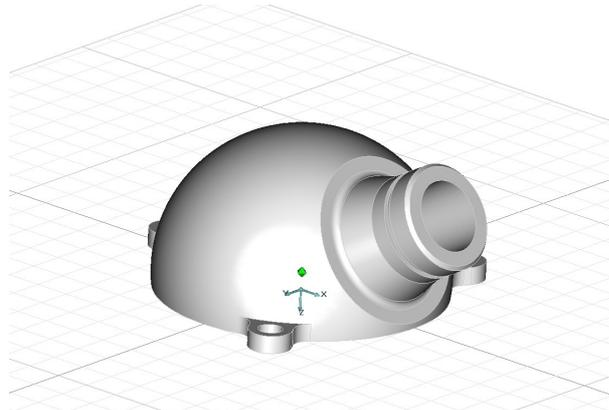

Рис. 2.30 Результат создания фаски.
4. В строке Фаска1= введите значение 1 и нажмите кнопку «OK» или клавишу «Enter». На выбранном ребре будет построена равносторонняя фаска (рис. 2.30).